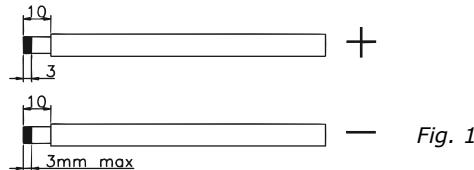

Fig. 1
1. Retire el manguito de aislamiento a 10 mm de los conductores positivo y negativo. (Fig. 1)